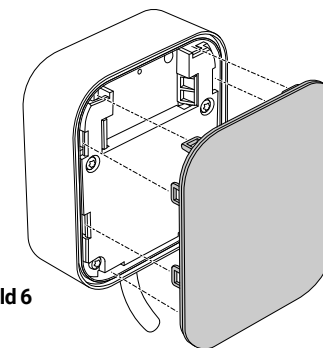

Bild 6
- 7 Bringen Sie die wasserdichte Abdeckung wieder an - siehe **Abbildung 6**.